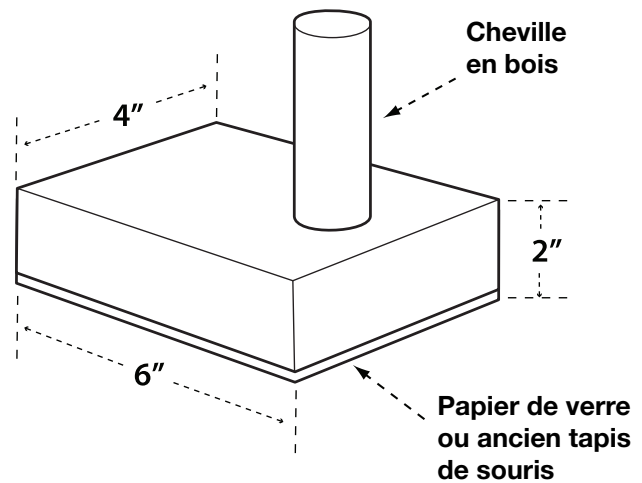

FIGURE 27
3. Coller un morceau de matériau brut ou mou comme du papier de verre ou du caoutchouc au fond du bloc pour saisir la pièce (un ancien tapis de souris fonctionne bien). (figure 27).